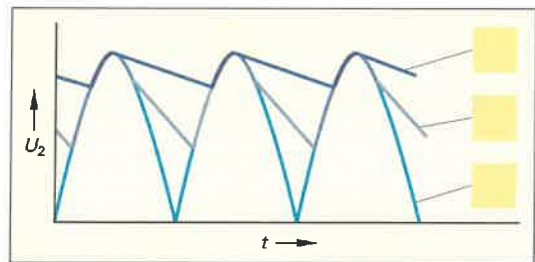

Bild 2: Ausgangsspannung Brückengleichrichter
5. Kennzeichnen Sie die Ausgangsspannung (Bild 2)